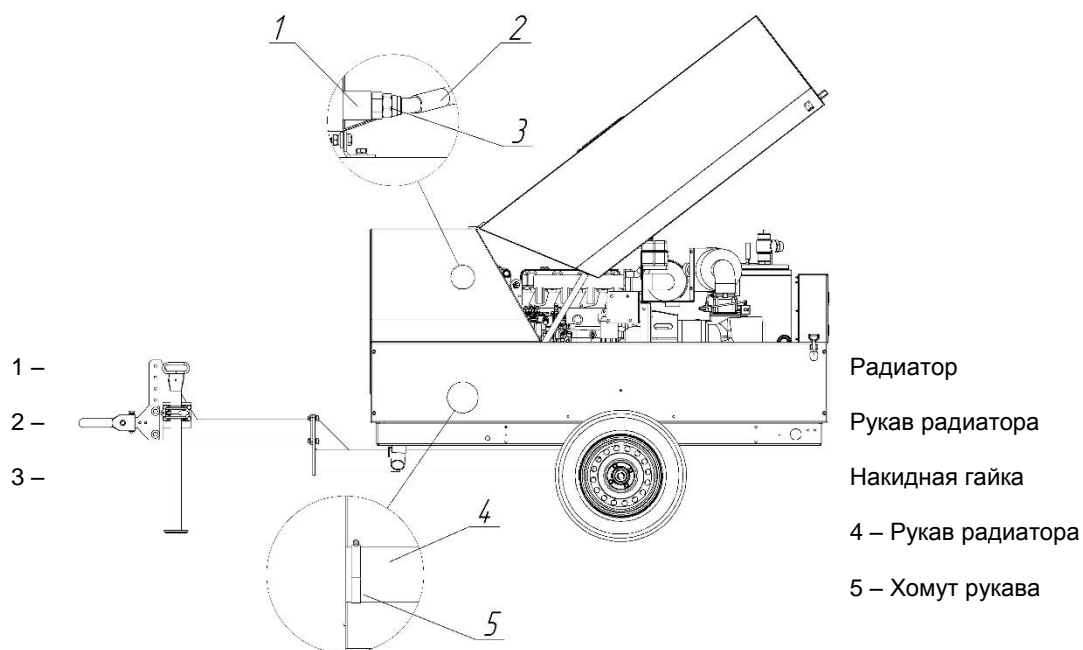

Рис. 6.4.1
4. Отверните накидную гайку поз.3 Рис.6.4.1 рукава радиатора поз.2 Рис.6.4.1 и отсоедините рукав от радиатора, затем слейте всё масло в заранее подготовленную для этого ёмкость.
Слейте всю СОЖ из системы охлаждения в заранее подготовленную ёмкость. Для этого ослабьте хомут поз.5 Рис.6.4.1 рукава радиатора и отсоедините рукав поз.4 Рис.6.4.1 от